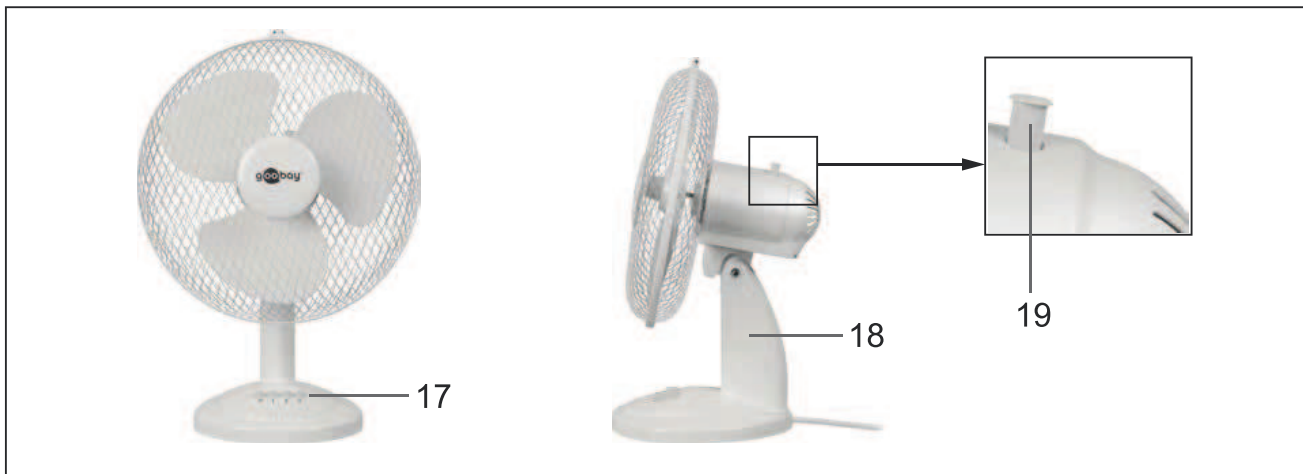

Fig. 6: Fertig montierter Tischventilator
1. Fassen Sie den Ventilator nur am Sockel (18, Abb. 6) an und stellen Sie ihn auf eine staubfreie, stabile und horizontale Oberfläche.
Die Gebläsestärke kann in 2 Stufen durch Drücken der Drucktasten 0-2 (17, Abb. 6) eingestellt werden:
EIN: Drücken Sie den Stift zur Rotationseinstellung (19, Abb.6) in das Motorgehäuse.